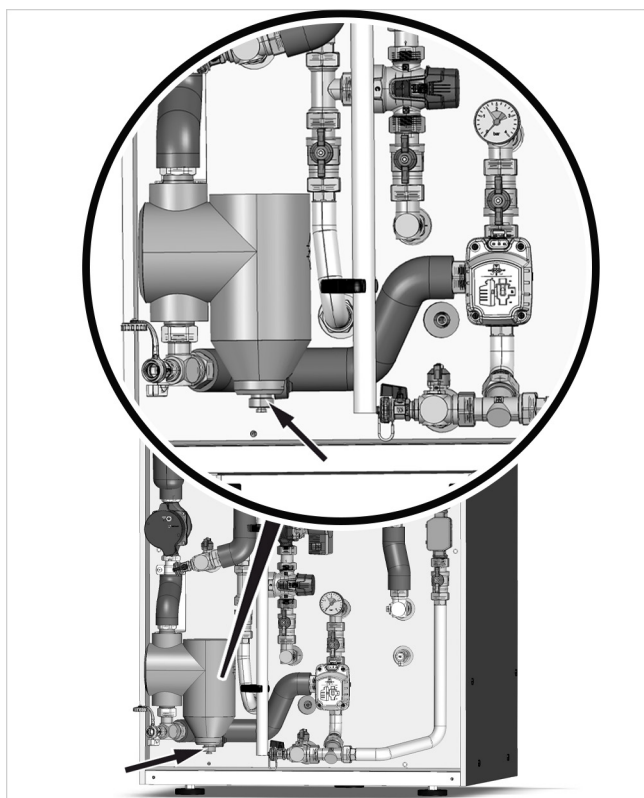

Fig. 42: Limpieza del separador de lodos a través del grifo de purga
1. Coloca un recipiente debajo del grifo de vaciado (véase → fig. 42).